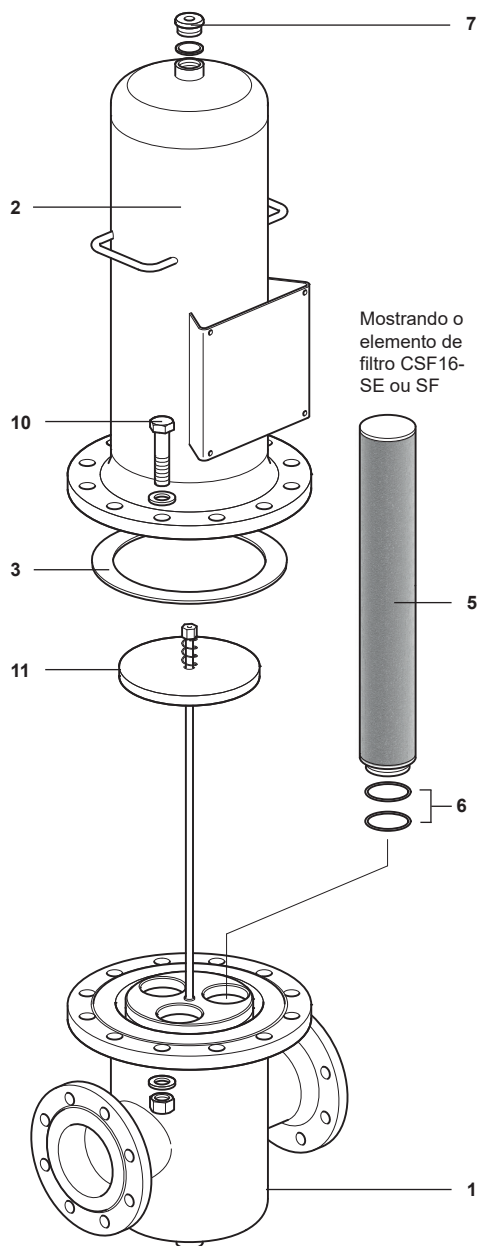

Fig. 8 DN100 e DN150L
2. O anel do invólucro (4) ou os parafusos do invólucro (10) que mantêm juntos a cabeça do invólucro do filtro (2) e o copo do invólucro do filtro (1) devem ser desaparafusados usando a chave apropriada. A cabeça do invólucro do filtro (2) pode então ser removida.
3. As vedações do elemento filtrante (2 retiradas, item 6) devem então ser lubrificadas com um lubrificante adequado para a aplicação, antes de encaixar no copo do invólucro do filtro (1).
4. O elemento filtrante (5 – observe que existem vários elementos para os tamanhos maiores) deve ser empurrado com cuidado para dentro do copo do invólucro do filtro (1).
5. Quando vários elementos são encaixados, o conjunto de suporte do filtro (11) deve ser montado e encaixado como mostrado na Fig. 8.
6. Certifique-se de que a vedação do invólucro do filtro (3) está instalada.
7. **Para diâmetros DN8 a DN80:** O anel do invólucro (4) deve então ser colocado cuidadosamente na área de assentamento na cabeça do invólucro do filtro (2), antes de abaixar suavemente o copo do invólucro do filtro (1) sobre o elemento filtrante e apertar o anel do invólucro (4). O anel do invólucro (4) é projetado com uma rosca grossa para minimizar a possibilidade de escoriação. Normalmente, a lubrificação da rosca não é necessária. No entanto, um lubrificante de roscas pode ser usado, se necessário.
- Para diâmetros DN100 e DN150:** Abaixar suavemente a cabeça do invólucro (2) sobre os elementos filtrantes e coloque-a no copo do invólucro (1). Aperte os parafusos do invólucro com o torque recomendado – Consulte a Tabela 1.